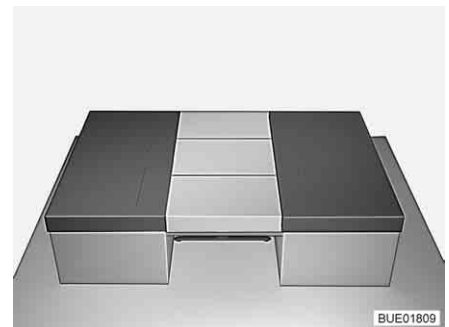

Bild 93 Nach dem Umbau
- Drei der Rückenpolster auf den Tisch legen (siehe Bild 93).